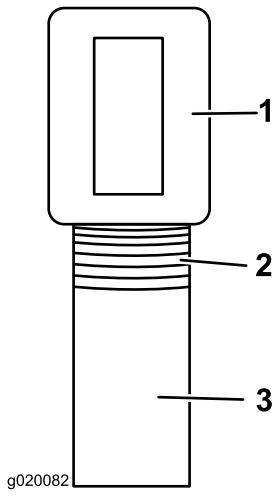

Figura 2
1. Retire la cinta y el tubo del tubo superior (Figura 2).